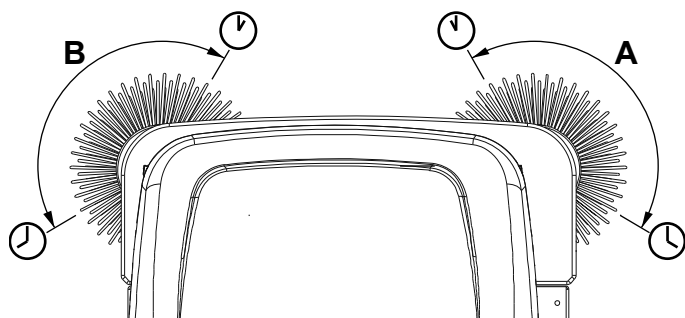

Figure 4
3. Tourner la clé de contact (64) et démarrer la machine.
4. Baisser le balai latéral au moyen du levier (52) et le laisser tourner pour 1 minute.
5. Lorsque les balais latéraux (9) (15, de série dans SR 1601 MAXI) sont baissés, leur extension et orientation doit se présenter comme indiqué dans la figure (A et B, Fig. 4).